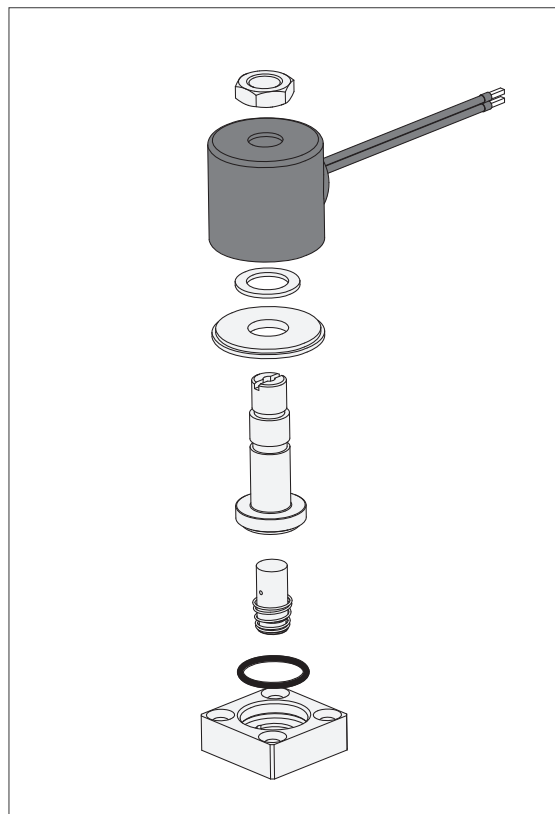

Figure 2. Vanne 40M, vue éclatée
1. Démontez la vanne (voir Figure 2).